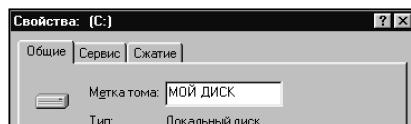

рис. 1
1. Если Вы решили по-новому разбить жесткий диск на логические диски с помощью программы Fdisk, то перед этой операцией лучше удалить метку тома диска, особенно если она набрана не латинскими буквами. Так, если Вы работаете в Windows 9x, то следует очистить поле «Метка тома» во вкладке «Общие» диалогового окна «Свойства» всех имеющихся в компьютере дисков (**рис.1**).